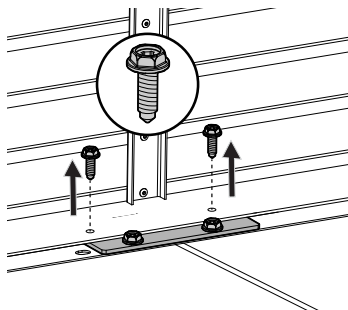

Fig. 22
- c. Instale la moldura superior sujetando cuatro tornillos 4H a lo largo de la base de la moldura con una llave de tubo de  $5/16$ " (Fig. 22).